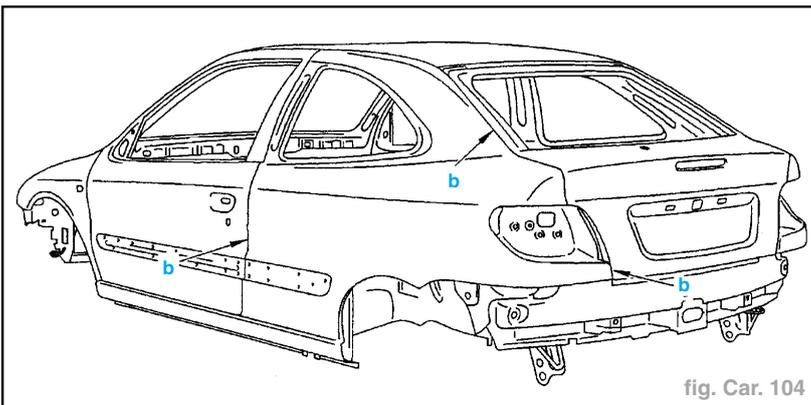

fig. Car. 104
- Fermer porte, volet et contrôler les jeux en "b" (fig. Car. 104).